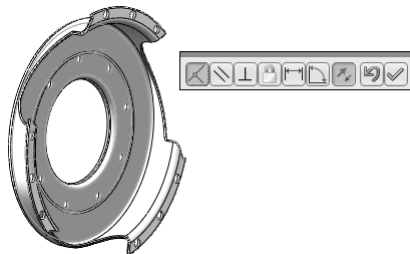

图 6-49 为零部件添加重合配合约束
STEP 4 继续定义配合。选择支撑环靠近离合器盖的面和离合器盖内平面，添加重合配合约束，如图 6-49 所示。